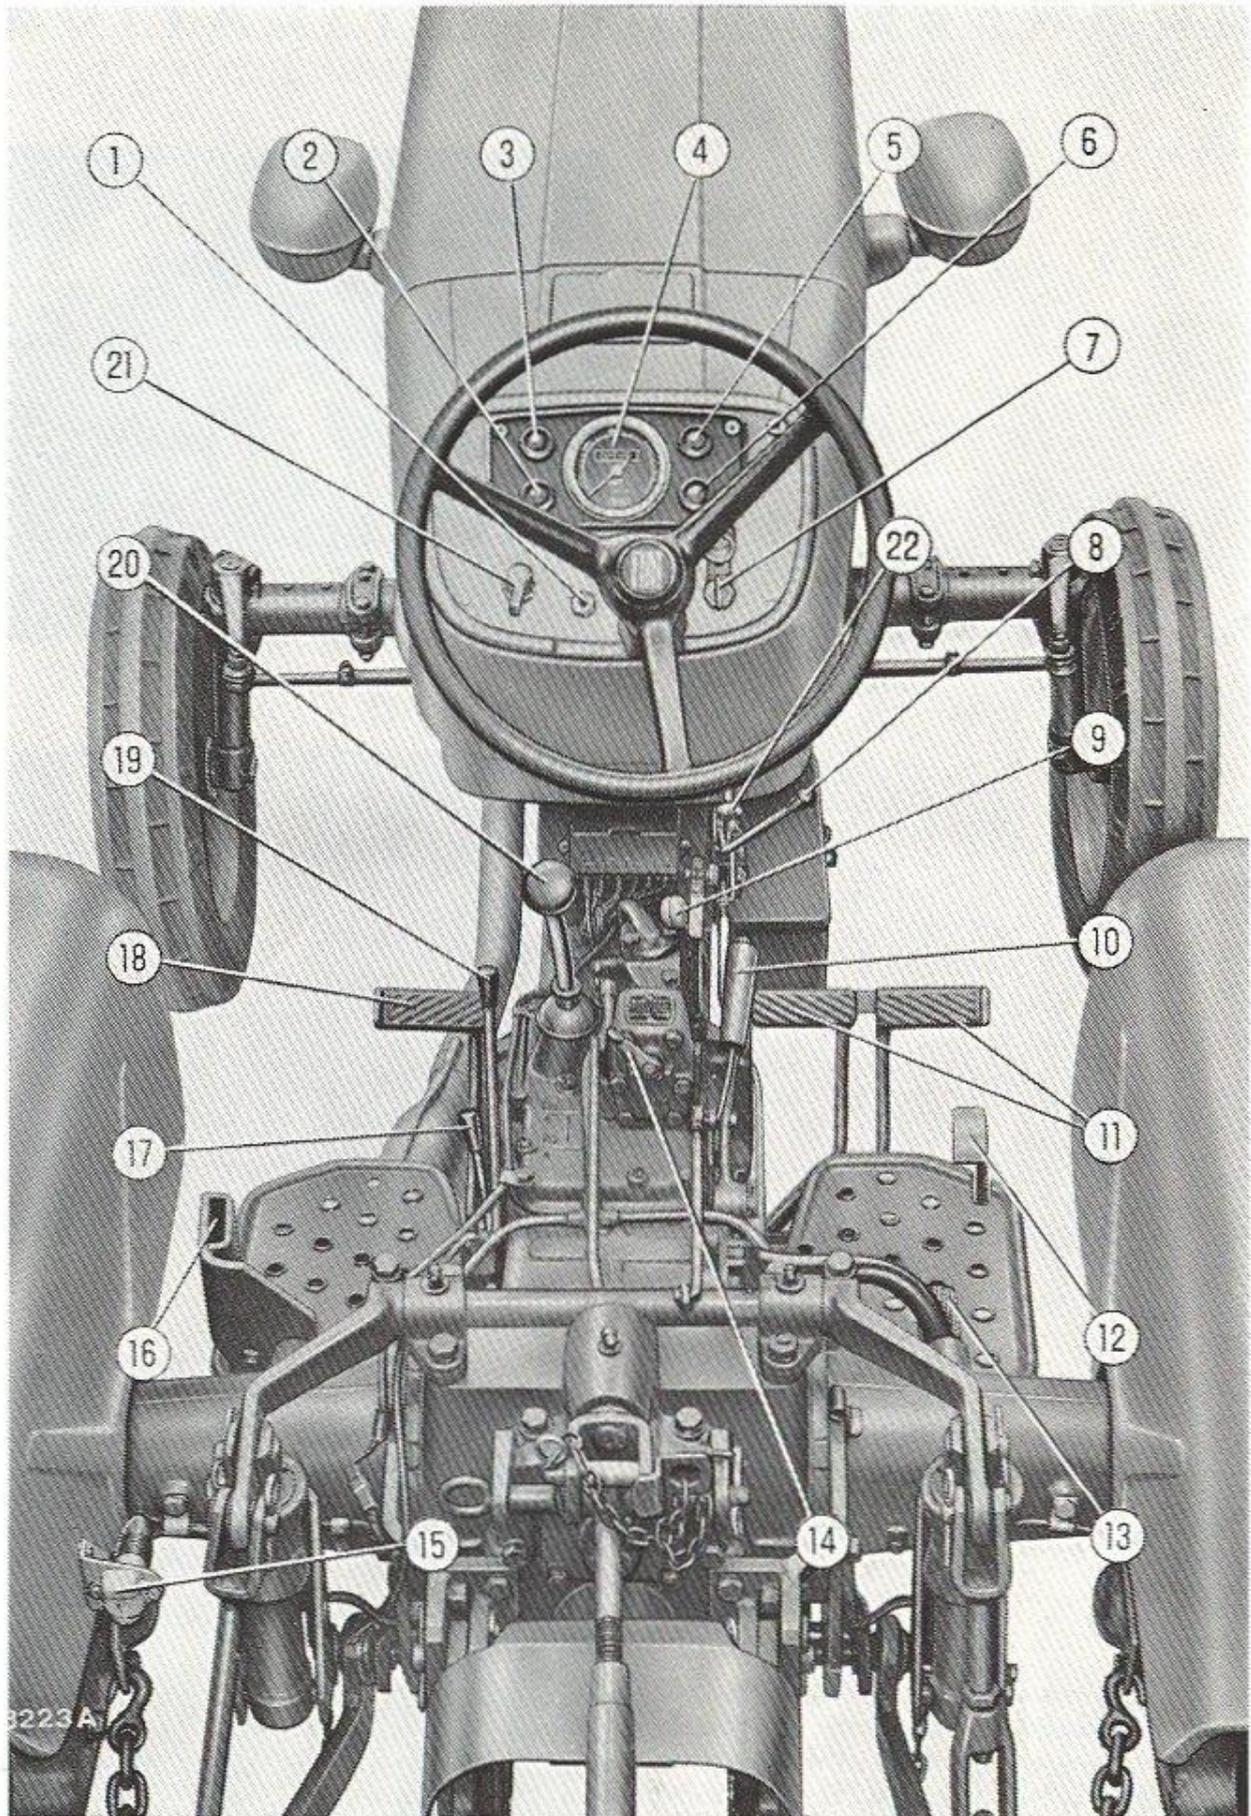
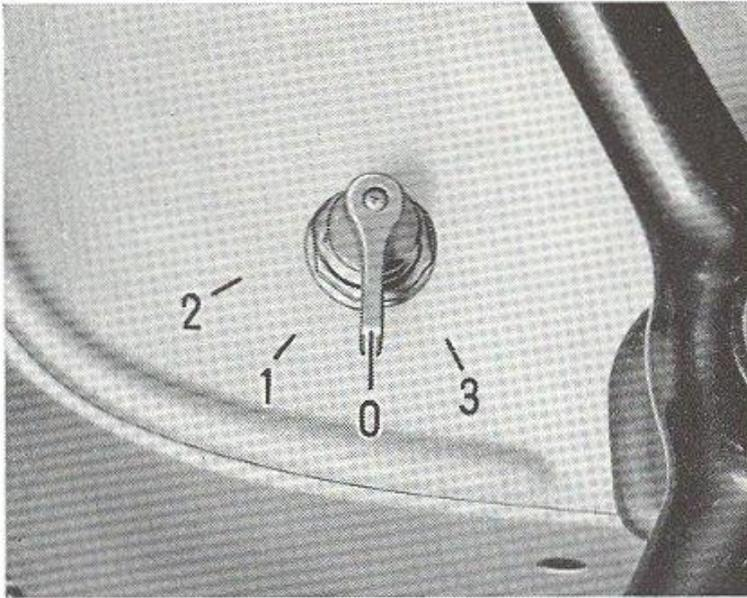

Fig. 4. - Appareils et commandes.
Fig. 6. - Commutateur de démarrage du moteur et commande du thermostarter.
4. Pousser à fond la tirette **22** (fig. 4) et en même temps tourner la manette du commutateur de démarrage à la position **3** (fig. 6).
- Maintenir pendant **15 à 20 secondes** le commutateur de démarrage en position **1**, fig. 6 (mise en circuit du thermostarter).
- Presser à fond la tirette **22** (fig. 4) et, en même temps, passer en position **2** de démarrage. Dès que le moteur est en marche cesser immédiatement d'agir sur la tirette et sur la manette du commutateur.
Lâcher l'accélérateur et tirer à fond la tirette **22**, fig. 4.